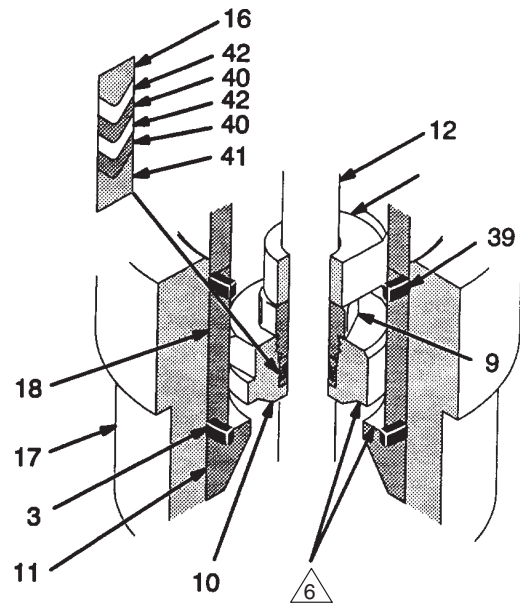

Abb. 8
Beim Auseinanderbau der Pumpe alle Teile in Reihenfolge abnehmen, für einen einfachen Wiederzusammenbau. Alle Teile mit geeignetem Lösemittel reinigen und auf Verschleiss oder Beschädigungen überprüfen. Siehe Abb. 8.
10. O-Ring (3) und Ventilsitz (11) von der Oberseite des Einlassgehäuses (17) nehmen. Siehe Abb. 8. Wenn der Sitz schwer zu entnehmen ist, Gehäuse herumdrehen und Sitz mit Hammer und Messingstange leicht anschlagen.
11. Passflächen von Einlassventilsitz (11) und Einlassventilkörper (10) auf Beschädigung überprüfen.
12. Führung (18) von der Stange (12) schieben. Stange von Kolben (6) abschrauben. Mit Finger über die Oberfläche des Kolbens fahren und auf Beschädigung überprüfen.
13. Kolben (6) in einen Schraubstock spannen. Kolben von Kolbenstange (1) abnehmen. Kolbensitz und Führung von Kolben nehmen. Kolben (6) und Kolbensitz (8) auf Beschädigung überprüfen, siehe DETAIL in Abb. 8.
14. Kolbenstange (1) vom Schraubstock nehmen und auf Beschädigung überprüfen, indem man mit dem Finger über die Oberfläche fährt.
16. Von Einlassventilsatz, der unter Schritt 10 abgenommen wurde, Packungsmutter (9) von Ventilkörper (10) abschrauben. Ringe (16, 41) und V-Packungen (40 u. 42) von dem Ventilkörper nehmen, siehe DETAIL in der Abb. 8.
17. Griff des Ventils (28) komplett von Auslassgehäuse (19) schrauben. Öffnung in dem Ventilgehäuse säubern. Ventilgehäuse braucht vom Auslassgehäuse (19) dazu nicht abgenommen werden.
18. Packungsmutter (2) von Auslassgehäuse (19) nehmen. Die Halspackungen (22,24) und die Ringe (21,23) von Auslassgehäuse (19) nehmen. Material ausgangsnippel (20) und O-Ring (25) NICHT ENTFERNEN, wenn keine Wartung durchgeführt wird.